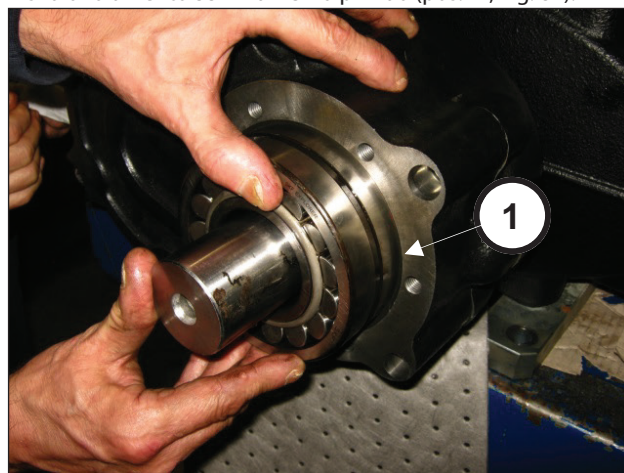

Fig. 87
Insira o rolamento 55x120x43 no pinhão (pos. ①, Fig. 87).